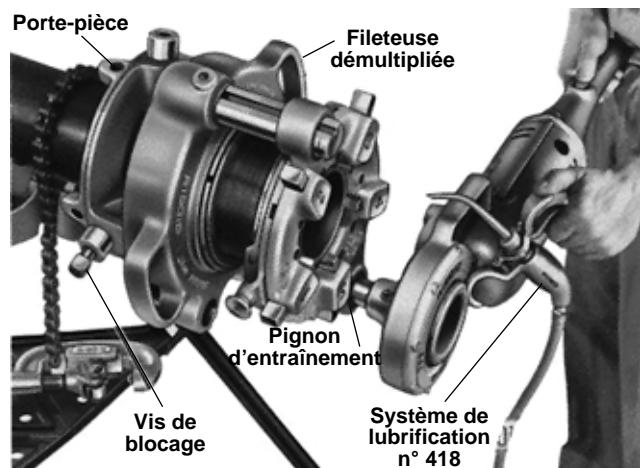

Figure 9 – Le filetage avec fileteuse démultipliée
4. Serrez le porte-pièce et la vis de blocage à fond avec une clé à douille (*Figure 9*).
de coupe. Appuyez sur la gâchette dans la direction correspondante au filetage (*Figure 9*).